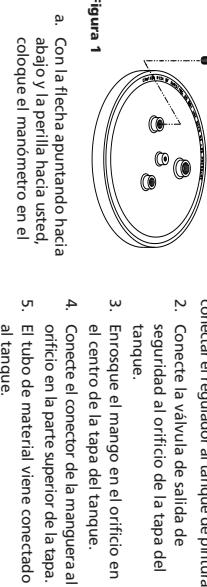

Figura 1
- Conecte el regulador a la tapa del tanque tal como se indica en la Figura 1: